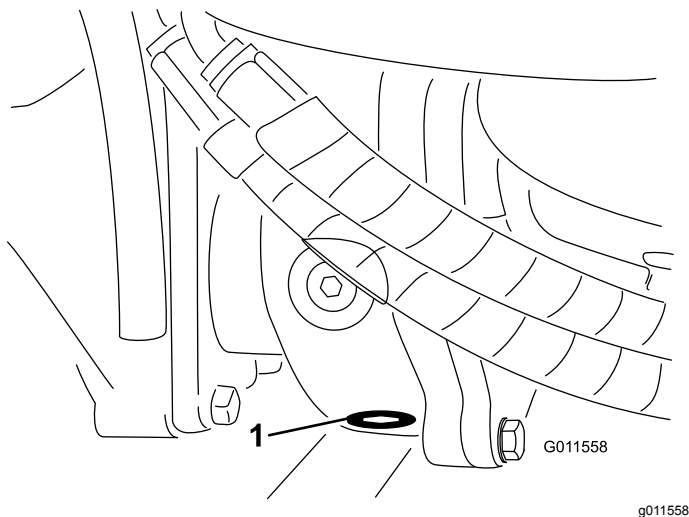

Figura 72
5. Limpe a zona em redor do tampão de escoamento no fundo da caixa de engrenagens (Figura 72).